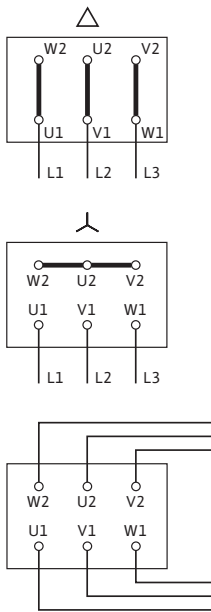

Fig. 11: Netzanschluss
- Das Anschlussschema für den Elektroanschluss befindet sich im Klemmenkastendeckel (siehe auch Fig. 11).
- Der Netzanschluss an das Klemmenbrett ist abhängig von der Motorleistung P_2 , von der Netzspannung und von der Einschaltart. Die erforderliche Schaltung der Verbindungsbrücken im Klemmenkasten ist nachfolgender Tabelle und Fig. 11 zu entnehmen.